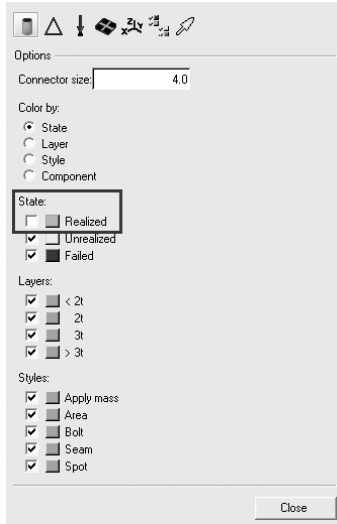

图 7-92 视图控制
(3) 单击“视图控制”()按钮，并选择连接单元的显示方式，取消勾选 Realized 复选框，如图 7-92 所示。